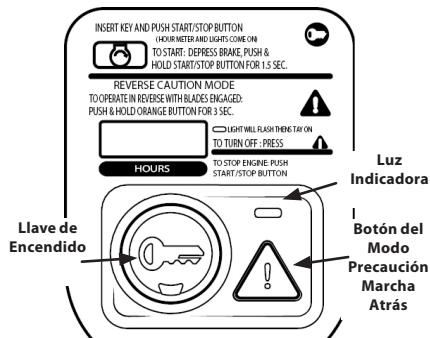

Figura 28
2. Mantenga presionado el botón MODO PRECAUCIÓN MARCHA ATRÁS durante 3 segundos. La luz indicadora parpadeará durante 3 segundos y permanecerá encendida cuando se active el MODO PRECAUCIÓN MARCHA ATRÁS. Consulte la Figura 28.
3. La luz indicadora ubicada encima del MODO PRECAUCIÓN MARCHA ATRÁS estará ENCENDIDA mientras este modo esté activado. Consulte la Figura 28.